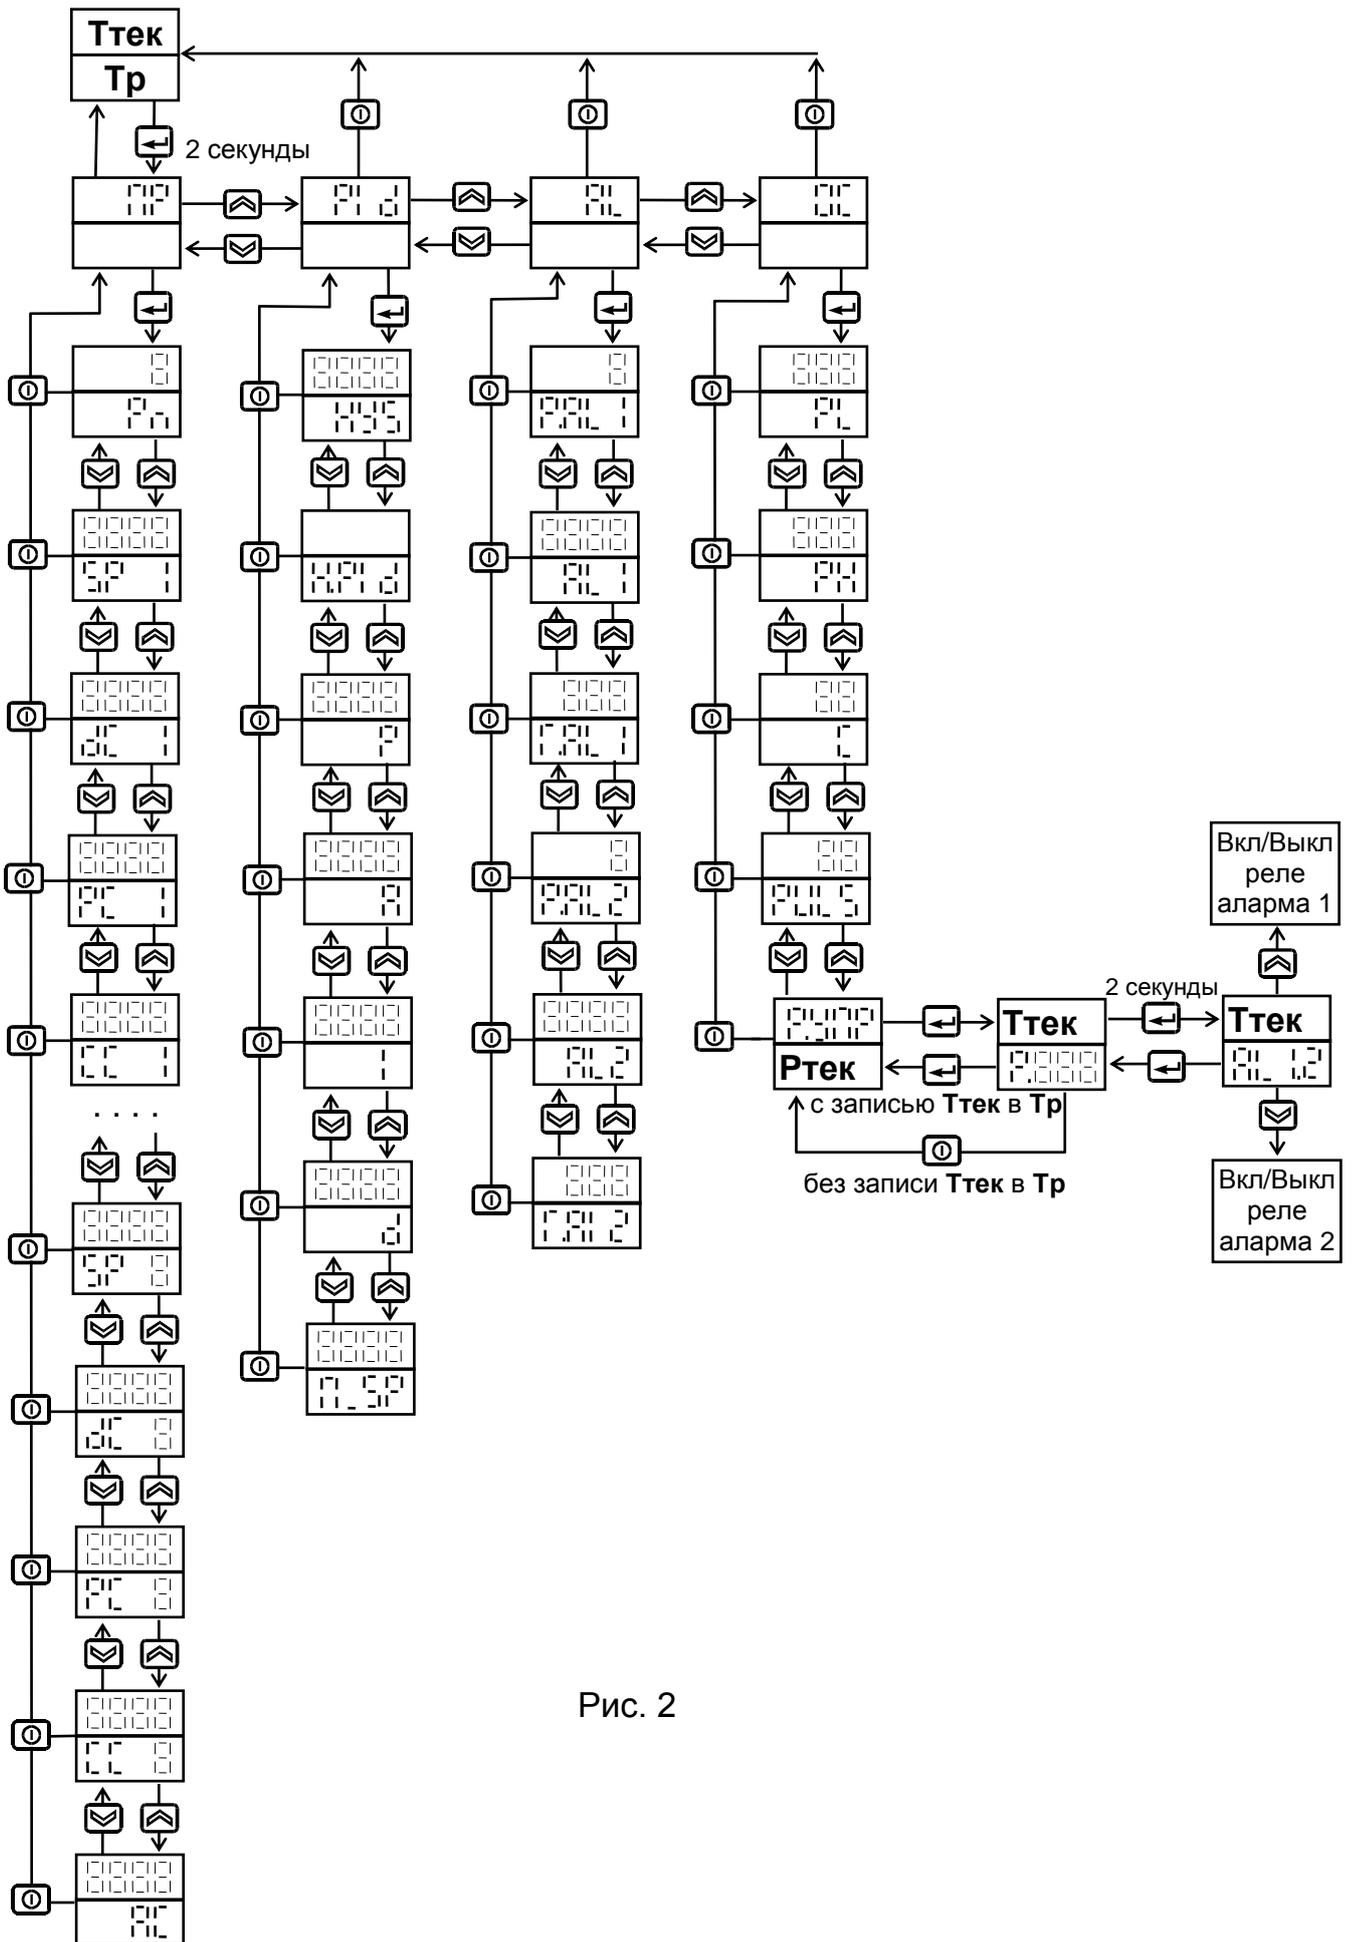

Рис. 2
4.1. Подключить прибор согласно Рис.2 ПРИЛОЖЕНИЯ при выключенном общем питании. Проверить правильность подключения прибора.
- Для ввода других параметров, определяющих работу регулятора, нужно в режиме отображения текущей и заданной температуры нажать и удерживать кнопку  примерно две секунды до появления надписи  $T_{\text{с}}$  на верхнем индикаторе. Теперь из меню параметров можно выбирать и изменять те, которые необходимо (Рис. 2).